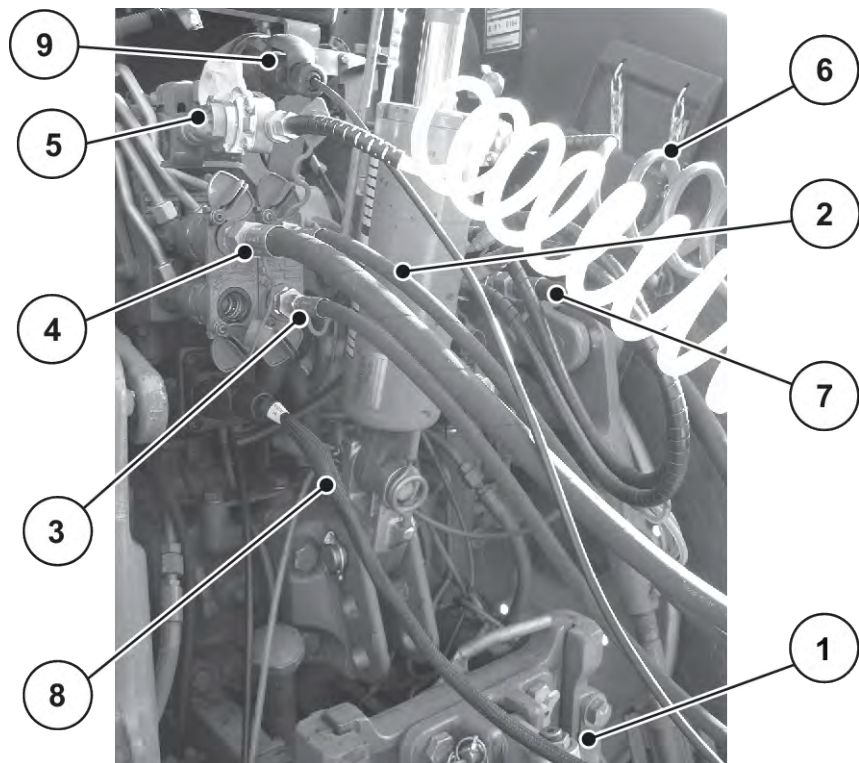

Fig. 26: Ordre de raccordement des câbles de la machine au tracteur
Voir Fig. 26
- ▶ Veuillez observer les étapes pour le raccordement : Voir *Fig. 26 Ordre de raccordement des câbles de la machine au tracteur*
- ▷ Voir *Fig. 26 Ordre de raccordement des câbles de la machine au tracteur*.